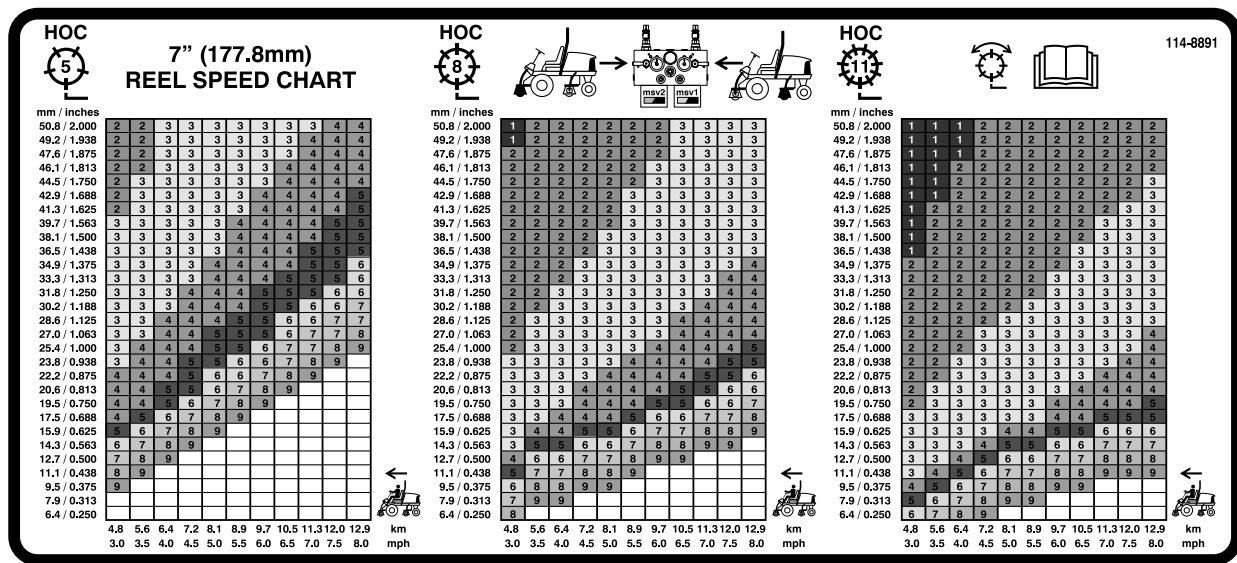
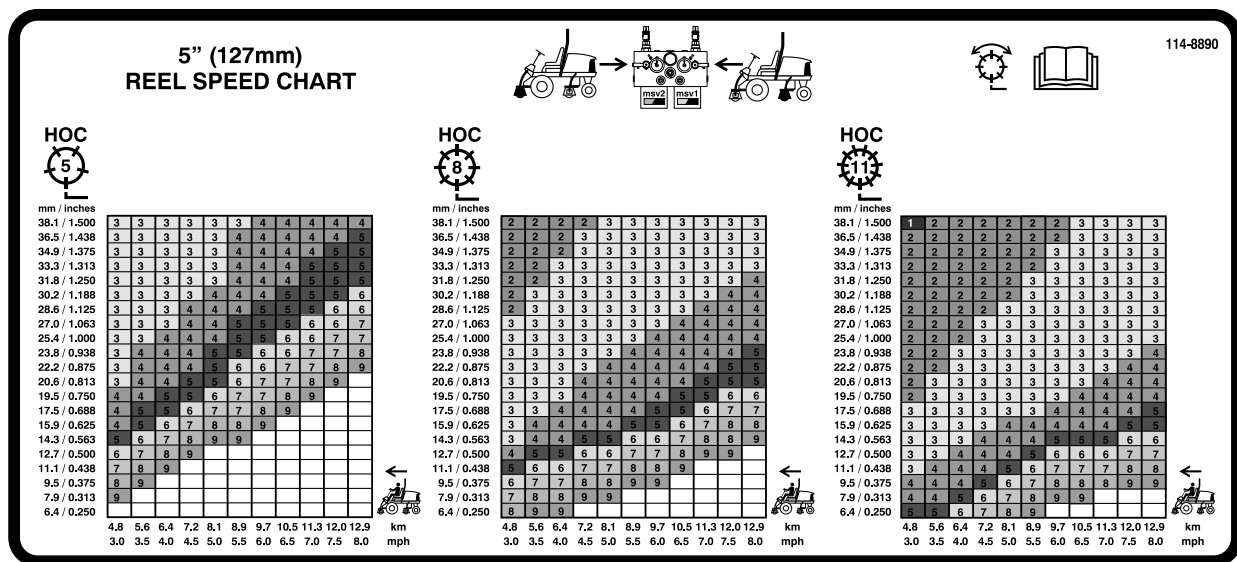

図 39
図 40
- 使用するチャートの間違えないように注意してください；7インチ・リールのカッティングユニットを使う 5510 と 5610 では、110-0996(図 39)の表を使用し、5インチ・リールのカッティングユニットを使う 5210 と 5410 では、110-8923(図 40)の表を使用します。